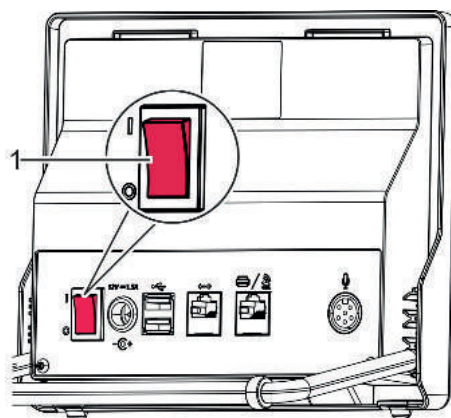

Abb. 13: Watch Expert einschalten
- Watch Expert mit dem Schalter [I/O] (Abb. 13/1) in Stellung [I] schalten.